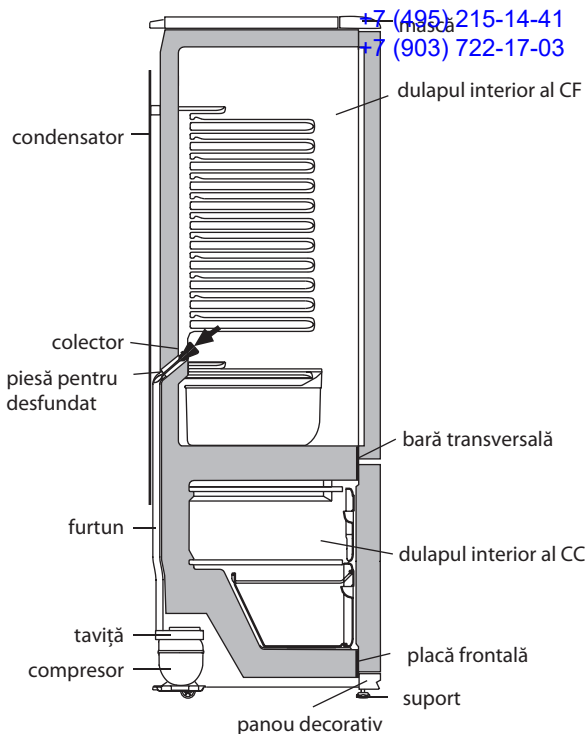

Figura 4 — Schema scurgerii apei rezultate în urma topirii din CF
2.2.1 În CF se folosește un sistem automat de dezghețare. Bruma, care apare pe pereții din spate al CF, după deconectarea compresorului care lucrează în ciclu, se topește și se transformă în picături de apă. Picăturile de apă rezultată în urma topirii se scurg în colector, apoi prin gaura acestuia și prin furtun - în taviță de pe compresor, în conformitate cu figura 4 și se evaporă. Gaura colectorului este dotată cu o piesă pentru prevenirea înfundării sistemului de drenaj.
Prezența apei în colector indică înfundarea sistemului de drenaj. Pentru eliminarea înfundării folosiți piesa corespunzătoare și curățați gaura colectorului, astfel ca apa să se scurgă liber în taviță, apoi spălați piesa și instalați-o în conformitate cu figura 4.
SE INTERZICE să utilizați frigiderul cu sistemul de scurgere înfundat. Apa care a apărut pe fundul CF sau care a ajuns în locul de alăturare a barei transversale și a dulapului interior al CF, în conformitate cu figura 4, poate provoca coroziunea dulapului exterior al frigiderului și elementelor agregatului frigorific, defectarea izolației termice, formarea crăpăturilor dulapului interior și defecțiunea frigiderului.
SE INTERZICE să decongeleți congelatorul fără utilizarea elementului pentru drenare. Apa rezultată în urma topirii care se scurge din cameră afară de elementul pentru drenare, pătrunzând în locul de alăturare a plăcii frontale la dulapul interior în conformitate cu figura 4, poate provoca coroziunea dulapului exterior al congelatorului și a elementelor agregatului frigorific, defectarea izolației termice, formarea crăpăturilor dulapului interior și defectarea dulapului frigiderului.